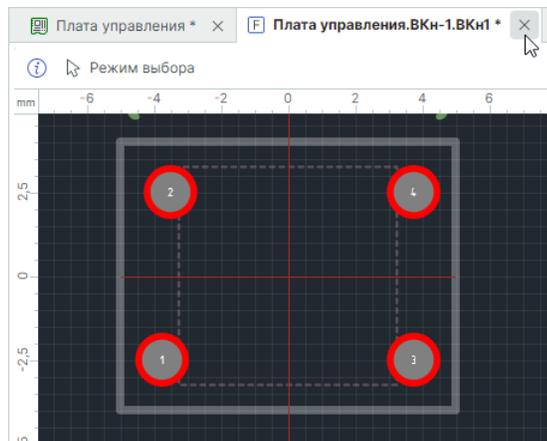

Рис. 179 Закрытие редактора без сохранения
4. Закройте редактор посадочных мест без сохранения (несохраненный документ в окне редактора отмечен звездочкой (*)), см. Рис. 179.